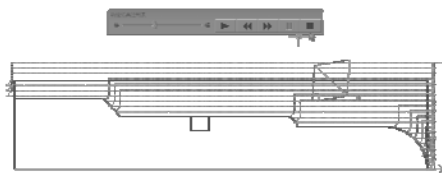

图 6-29 粗车加工外圆轨迹仿真结果
(5) 轨迹仿真 轨迹仿真是对已有的加工轨迹进行加工过程模拟,以检查加工轨迹的正确性。选择下拉菜单“数控车”→“轨迹仿真”命令,或直接单击数控车工具栏中的“轨迹仿真”按钮,系统在“命令提示”栏中显示“拾取刀具轨迹”,然后单击立即菜单,在立即菜单选项中选择“动态”,并设定步长大于 0。单击已经生成的加工轨迹,轨迹变成红色表示被选中,然后单击右键结束选取,系统弹出仿真控制条,按开始键开始仿真。仿真过程中可进行暂停、上一步、下一步、终止和速度调节操作,如图 6-29 所示。如果仿真结果不是很理想,可以通过修改参数来改变。